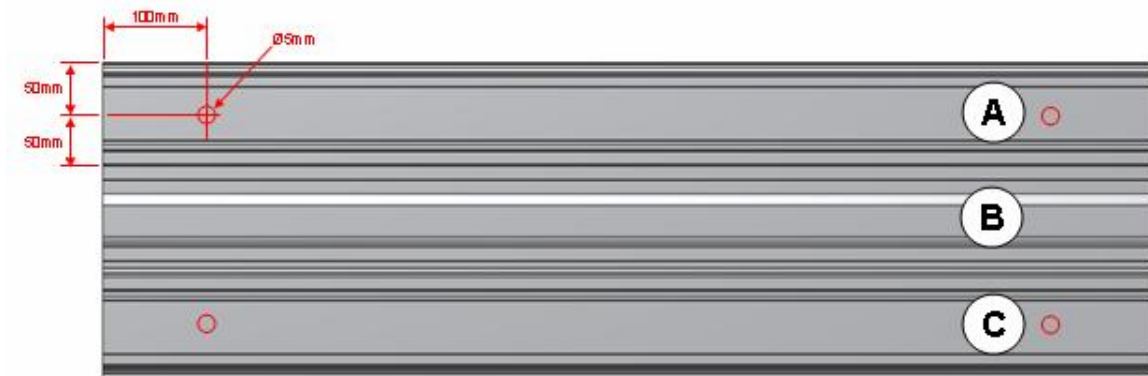

Figura 5 – Posicionamento da furação do painel
- 3.1. A figura 5 mostra o posicionamento da furação que deverá ser realizada no painel;